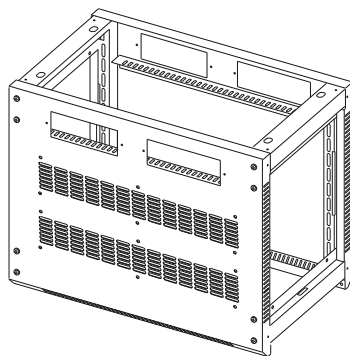

Рисунок 7
4.1.6 Поставьте каркас на фасадную сторону (рисунок 7).